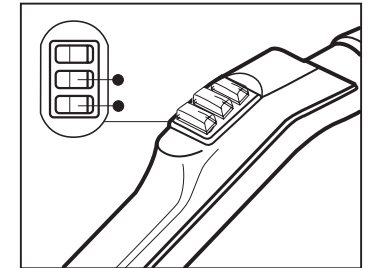
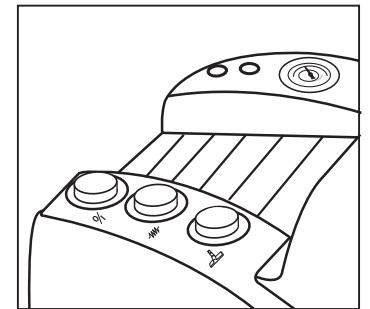

Fig. 13
Fig. 14
Para parar el aparato apagar los interruptores de mando vapor y aspiración situados en la empuñadura (21) (**Fig. 13**); apagar los interruptores situados en el aparato (**Fig. 14**) y desconectar el enchufe de la toma de corriente.